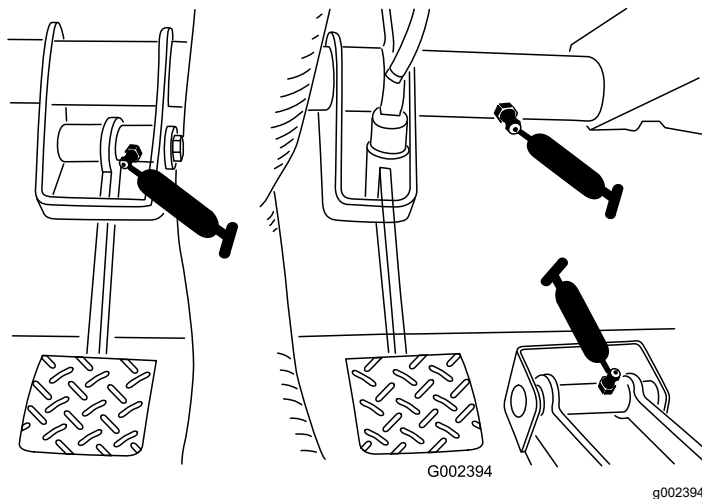

Figure 31
- Frein (1); voir Figure 31
- Embrayage (1); voir Figure 31
- Accélérateur (1); voir Figure 31